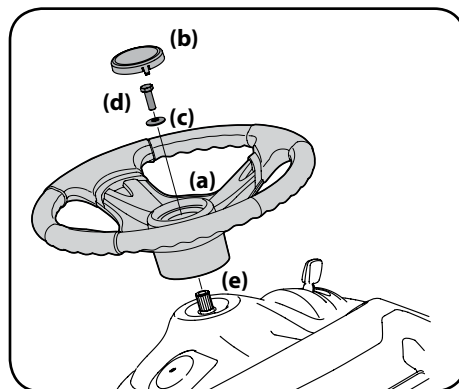

Figura 2-18
3. Coloque la arandela cóncava (c) – con el lado cóncavo hacia abajo – sobre el volante (a) y ajústela con el perno hexagonal (d). Consulte la Figura 2-18.